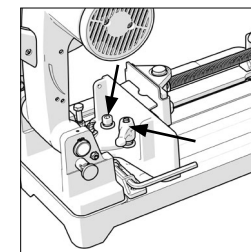

Fig. 8
- Desserrez la vis à tête creuse M10, puis la vis de verrouillage équipée d'un levier de manœuvre. **(Fig. 8)**